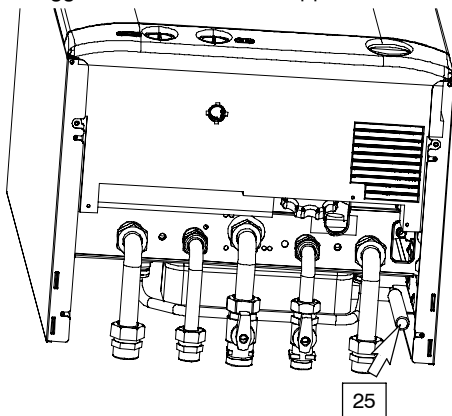

fig. 5.4
- Collegare lo scarico della valvola di sicurezza 25 in fig. 5.4 ad un imbuto di scarico.